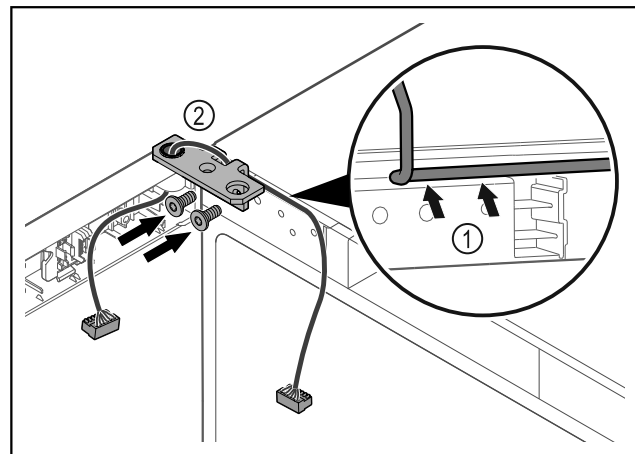

Fig. 57
- ▶ Vedte kabel skrz vybrání úhelníku závěsu a opatrně jej položte Fig. 57 (1).
- ▶ Našroubujte úhelník závěsu Fig. 57 (2).